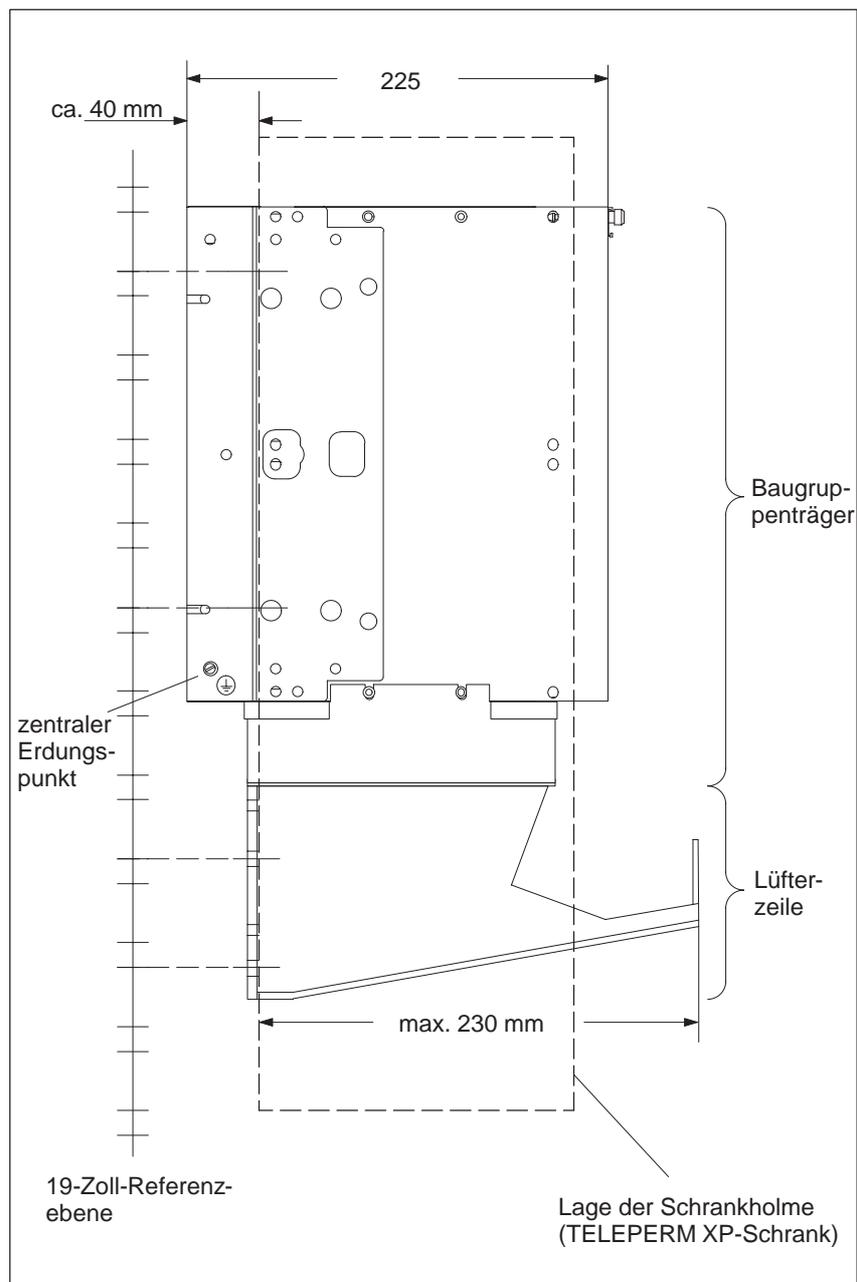

Bild 1-5 Einbaulage des ZG 155H (Seitenansicht)
3. Verbinden Sie den zentralen Erdungspunkt des ZG 155H mit Ortserde. Für diesen Zweck ist am Baugruppenträger links hinten unten eine Schraube M5 vorgesehen (siehe Bild 1-5).